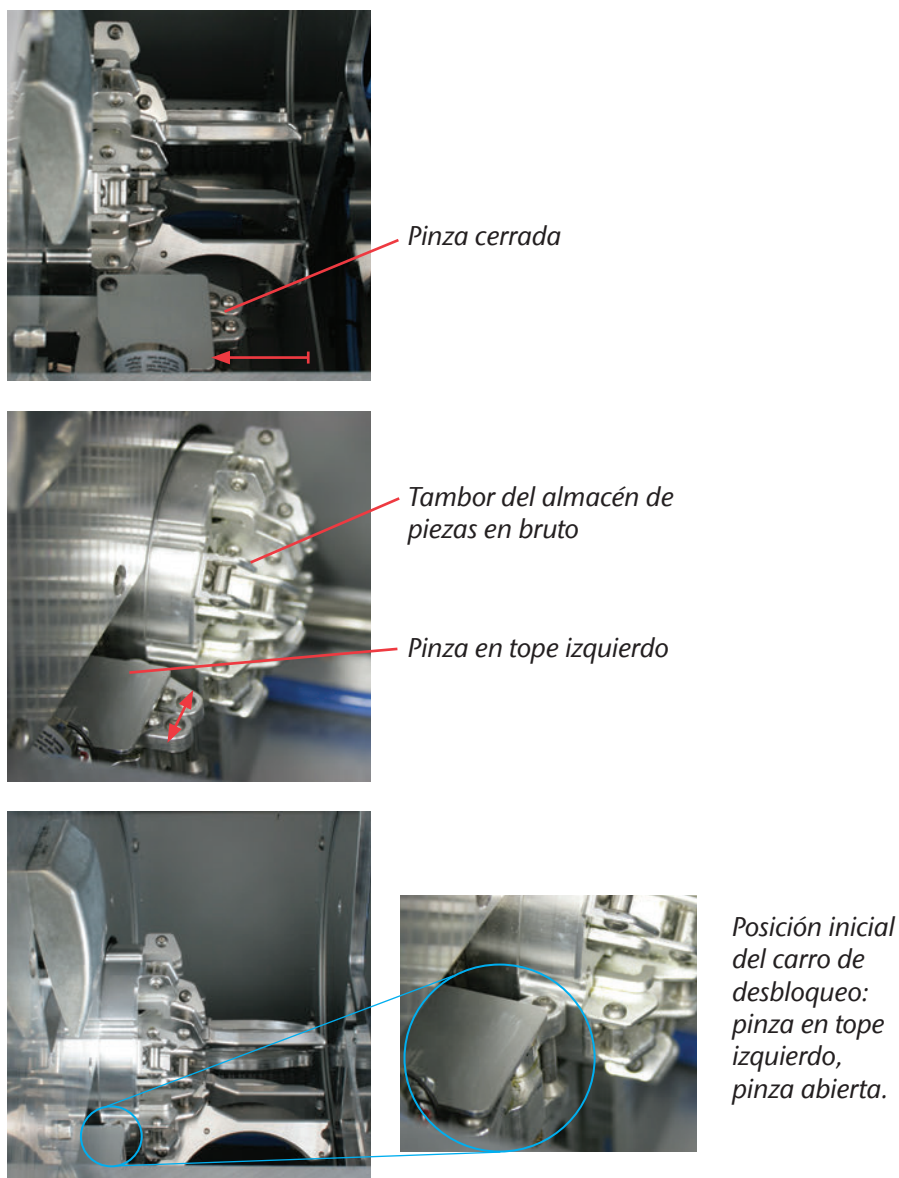

FIGURA 11: POSICIÓN INICIAL DEL CARRO DE DESBLOQUEO
- M6.** Abra la pinza y retire el marco de piezas en bruto en caso de que no esté enclavado en el portapiezas (véase figura 11 en la página 33).
Para evitar daños en la máquina, desplace la pinza al tope izquierdo solo cuando esté cerrada (véase figura 11 en la página 33).